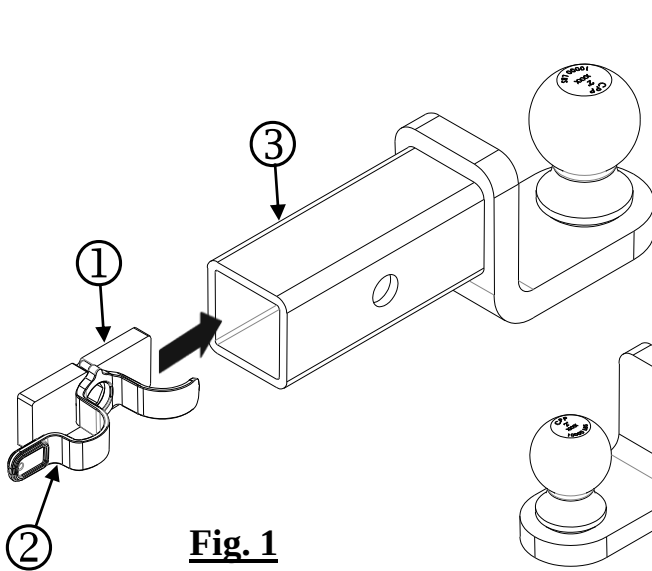
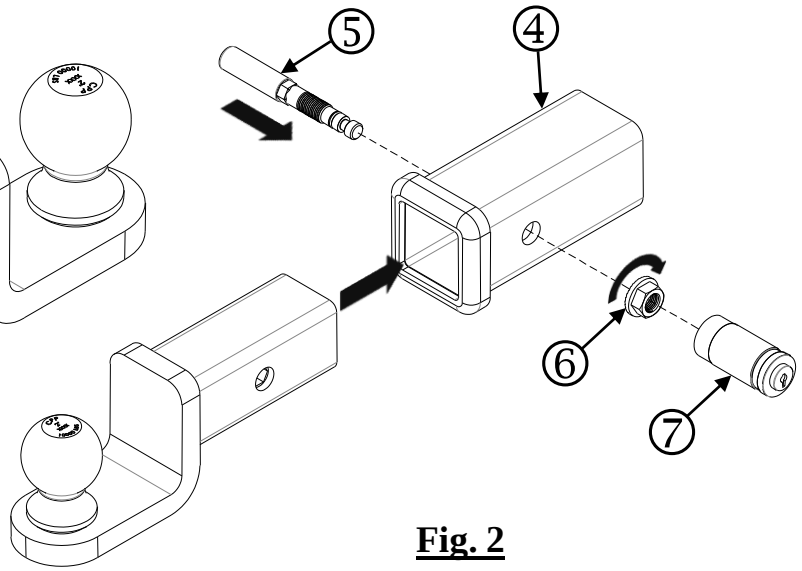

Fig. 1
Fig. 2
1. Insert ① block with ② alignment tool (Fig. 1). Make sure block hole is in alignment with the ③ shank holes.
2. With the block & tool installed, slide the ball mount into the ④ receiver and line up with the receiver holes.
3. Insert the ⑤ pin and secure using the ⑥ nut and wrench provided (Fig. 2).
4. Place ⑦ lock on same end with nut. Always install the lock. Push lock housing firmly onto pin and be certain the lock is completely engaged. You are now ready for safe and silent towing.
1. Inserte el bloque ① con la herramienta de alineación ② (Fig. 1). Verifique que el orificio del bloque esté alineado con los orificios del vástago ③.
2. Con el bloque y la herramienta instalados, deslice el montaje de la esfera dentro del receptor ④ y alinee con los orificios del receptor.
3. Inserte el pasador ⑤ y asegure con la tuerca ⑥ y llave suministradas (Fig. 2).
4. Coloque el bloqueo ⑦ en el mismo extremo con la tuerca. Siempre instale el bloqueo. Empuje el receptáculo del candado firmemente sobre el pasador y verifique que el bloqueo esté completamente instalado. En este momento ya está listo para un remolque seguro y silencioso.
1. Insérer le bloc ① avec l'outil d'alignement ② (Fig. 1). S'assurer que le trou du bloc est aligné sur les trous de la barre ③.
2. Bloc et outil installés, glisser le montage de boule dans le récepteur ④ et l'aligner sur les trous du récepteur.
3. Insérer la cheville ⑤ et fixer à l'aide de l'écrou ⑥ et la clé fournis (Fig. 2).
4. Placer la serrure ⑦ sur la même extrémité que l'écrou. Toujours poser la serrure. Pousser la gaine de la serrure fermement contre la cheville et s'assurer que la serrure est complètement engagée. Vous êtes maintenant prêt à faire l'expérience d'un remorquage sécuritaire et silencieux.
1. Inserir o ①bloco com ②ferramenta de alinhamento (Fig. 1). Certifique-se que o furo do bloco está alinhado com os ③furos da haste.
2. Com o bloco & ferramenta instalados, deslize a esfera de reboque no ④receptor e alinhe com os furos do receptor.
3. Insira o ⑤pino e fixe usando a ⑥porca e chave proporcionados (Fig. 2).
4. Coloque a ⑦trava na mesma extremidade com a porca. Sempre instale a trava. Empurre a caixa da trava com firmeza no pino e certifique-se que a trava está completamente engatada. Agora você está pronto para rebocar com segurança e silenciosamente.